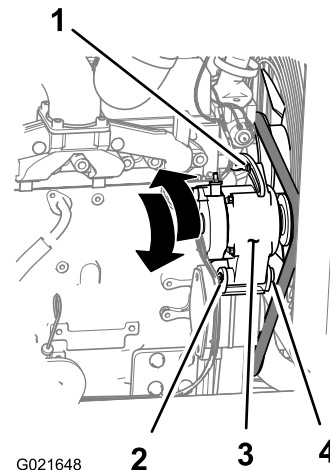

Figure 115
3. Desserrez l'écrou et le boulon au point de pivotement de l'alternateur (Figure 115).
4. Desserrez le boulon de réglage sur l'alternateur (Figure 115).
5. Éloignez l'alternateur du moteur pour accroître la tension de la courroie et rapprochez l'alternateur du moteur pour réduire la tension de la courroie (Figure 115).
6. Resserrez le boulon de réglage de l'alternateur (Figure 115).
8. Si la tension de la courroie est correcte, serrez l'écrou et le boulon au point de pivotement de l'alternateur (Figure 115) ; dans le cas contraire, répétez les opérations 4 à 7.